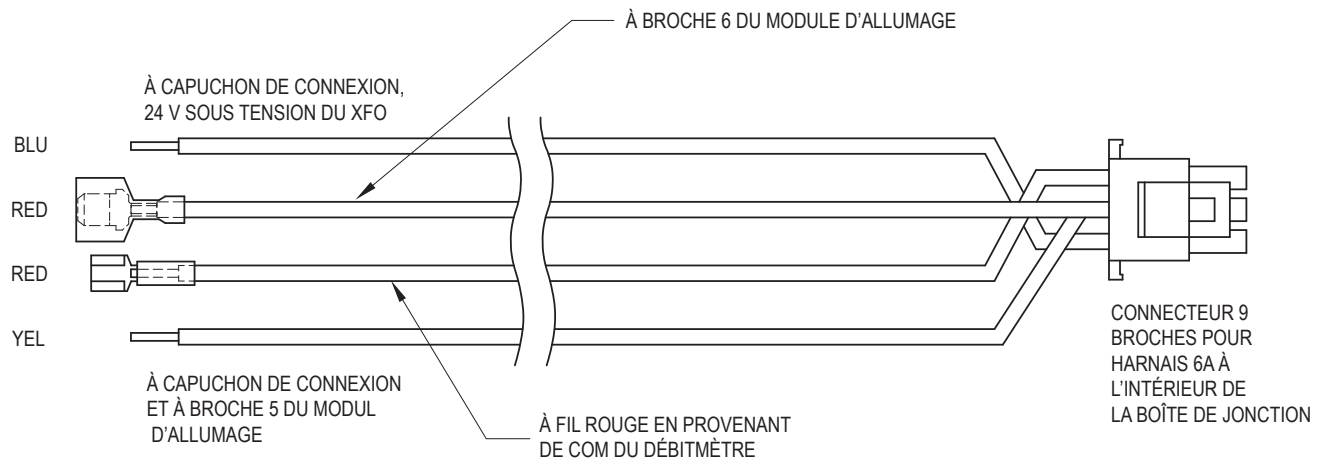

Figure 11. Harnais 5, modèles 0962 à 1826
9. Connectez les fils du HARNAIS 5, voir **Figure 11**. Le connecteur à 9 broches reste à l'intérieur de la boîte de jonction.